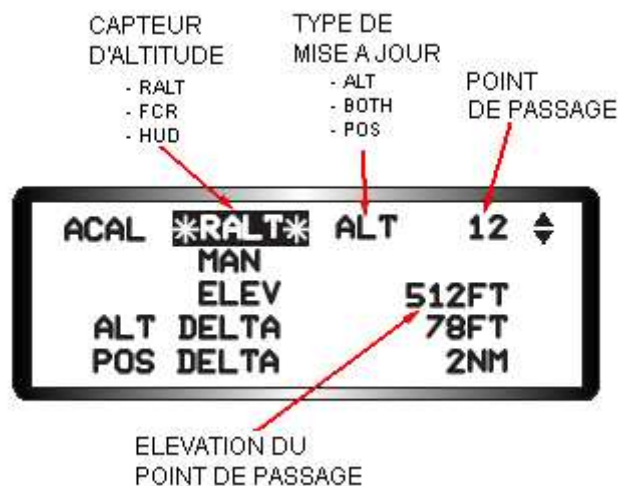

Figure 2-13 Page DED ACAL
Pour effectuer une mise à jour ACAL, le pilote sélectionne d'abord la page DED ACAL (Figure 2-13) en appuyant sur le bouton ACAL (9) de l'ICP. Quand la page ACAL s'affiche, le mode ACAL manuel est automatiquement sélectionné comme indiqué par le label surligné. Le pilote sélectionne ensuite le sous-mode ACAL (capteur à utiliser pour la mise à jour) avec l'une des touches 1 à 9 sur l'ICP et sélectionne ensuite le type de mise à jour ACAL en cliquant à droite sur SEQ pour passer en revue les options ALT (altitude seulement), BOTH (position et altitude) ou POS (position seulement). L'élévation connue (ELEV) doit être entrée par le point de visée ou le point de passage. Pour désélectionner/sélectionner ACAL manuel, le pilote appuie sur le bouton M-SEL de l'ICP.